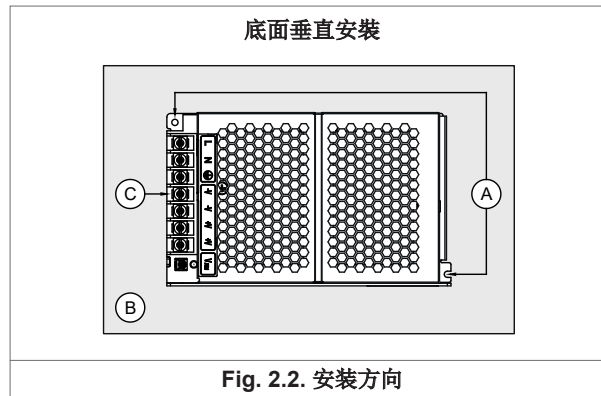

Fig. 2.2. 安装方向
- PMH-100WCL□, PMH-100WCM□, PMH-150WCL□ (依据 Fig. 2.2)